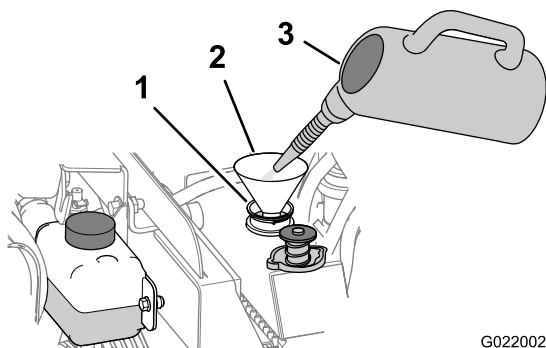

**Figure 141**
- B. Versez une solution de nettoyage du système de refroidissement dans le radiateur par le goulot de remplissage (Figure 141).